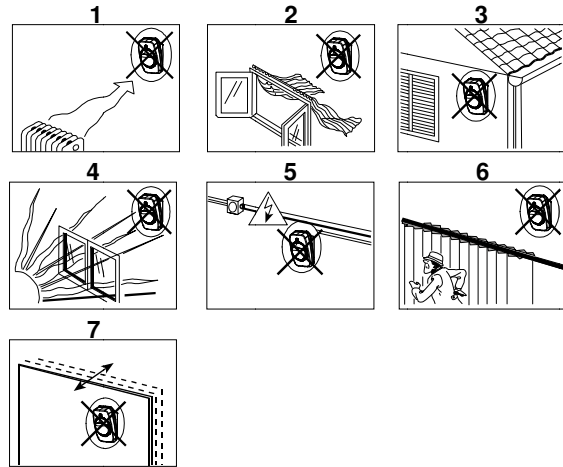

Fig. 3 - Allgemeine Richtlinien / Algemene aanwijzingen / Guide général / Raccomandazioni generiche
3.1 Raccomandazioni generiche (vedere fig. 3)